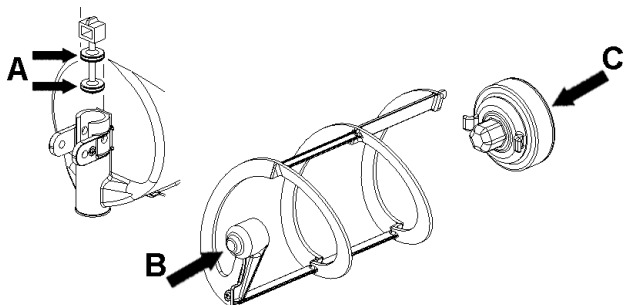

figure 12
- 2 Lubrifier le piston du robinet et le rotor magnétique extérieur (aux points A, B et C indiqués en figure 12) en utilisant uniquement la graisse fournie par le fabricant ou d'autres graisses à usage alimentaire.